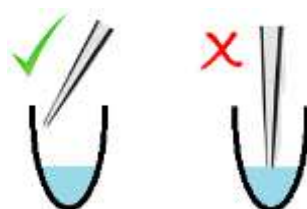

Abbildung 1
- Nach dem Mischen 10 μ l entnehmen und in die NTC-Kavität (Kavität 96, Position H12) pipettieren (siehe auch Abbildung 1 und 2).
- Jeweils 10 μ l der DNA/Plex Mix/Wasser-Lösung in die Kavitäten 1-95 der HISTO TYPE Rainbow LC480 Platte verteilen (bitte Abbildung 1 und 2 beachten). Die NTC-Kavität 96 (Position H12) darf nicht mit dem DNA-Mix befüllt werden, weil dies zu einer positiven Reaktion führt und damit zu einem invaliden Ergebnis führt!
Hinweis: Beim Pipettieren in die PCR-Kavitäten ist es wichtig, dass die Pipettenspitze nicht mit den getrockneten Mixen (blau eingefärbt) am Boden der Kavitäten in Kontakt kommt. Es sollte seitlich an die Gefäßwand pipettiert werden, damit sich die 10 μ l durch die Gravitation mit dem getrockneten Mix mischen können (siehe Abbildung 1).